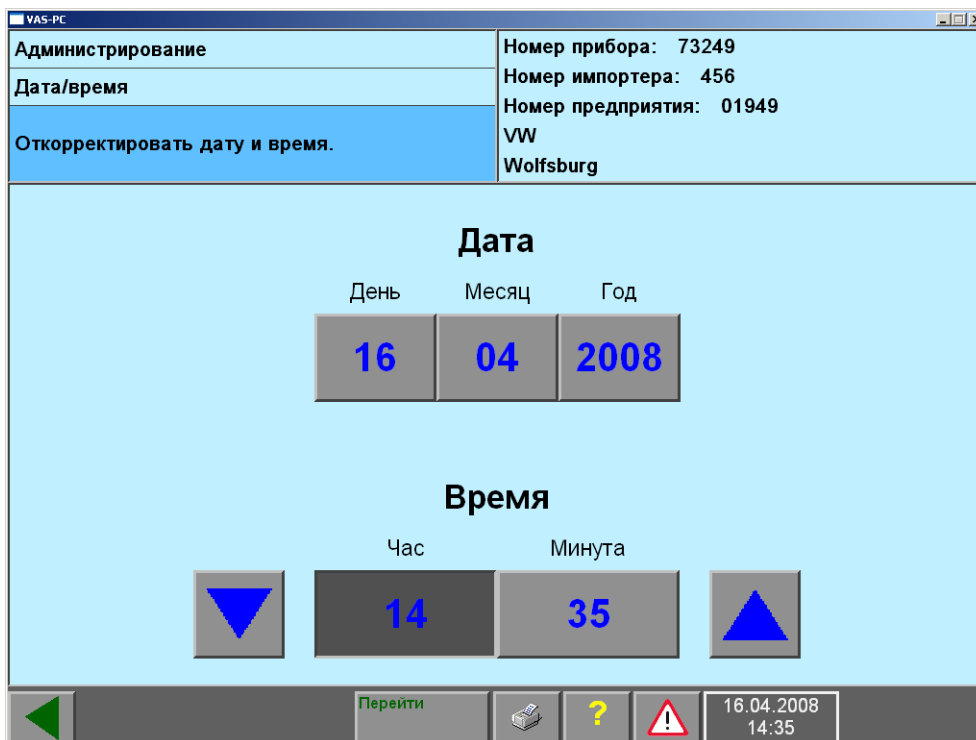

Рис. 4-5 Окно «Дата/время» с кнопкой «Назад»
3. Нажав кнопку со стрелкой **Назад** (внизу слева (рис. 4-5)), вернуться в режим **Администрирование**. Если была изменена дата, появляется указание, что после выхода из окна изменение даты больше не возможно. Время на тестере можно изменять и в дальнейшем.